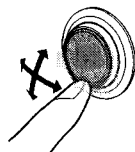

Fig. 3-3 Figura. 3-3
- Changing the direction of tweeter (Fig. 3-3)
- Modification de l'orientation du haut-parleur d'aigus (Fig. 3-3)